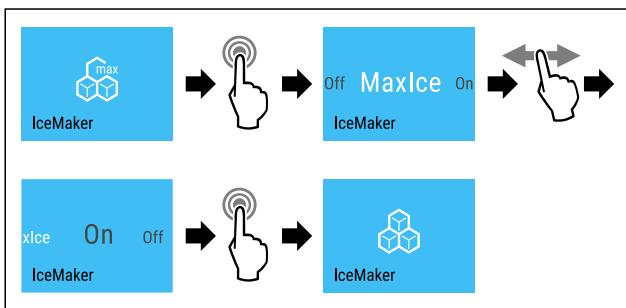

Fig. 19
- Выполните шаги действия (см. Fig. 19).